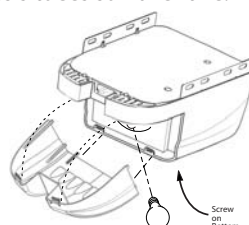

Figure 14 Installer l'ampoule et la lentille
- A** Installer une ampoule de 100 Watts (non fournie) dans la douille (Figure 14).